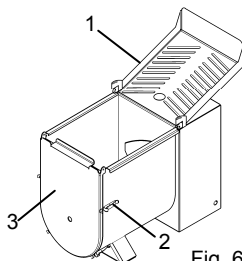

Fig. 6.3.2
- Abrir las bisagras "2" Fig. 6.3.2 para desbloquear el frontal "3" Fig. 6.3.2